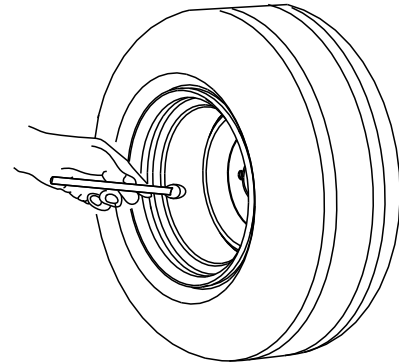

**Figure 87**
6. Si la machine se déporte à droite, insérez une clé hexagonale de 3/16 po dans le trou d'accès du panneau de couvercle avant droit et tournez la vis de réglage de l'alignement dans le sens horaire ou antihoraire pour ajuster la course du levier (Figure 87).
7. Si la machine se déporte à gauche, insérez une clé hexagonale de 3/16 po dans le trou d'accès du panneau de couvercle avant droit et tournez la vis de réglage de l'alignement dans le sens horaire ou antihoraire pour ajuster la course du levier (Figure 87).